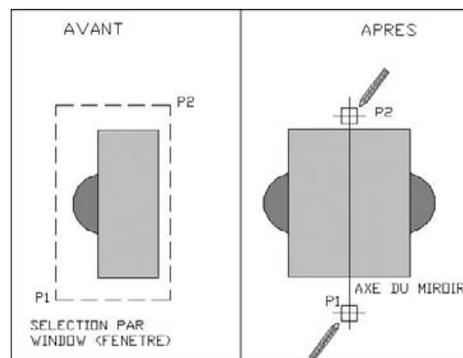

Fig.5.6
- 1] Exécuter la commande de copie-miroir à l'aide d'une des méthodes suivantes (fig.5.6) :